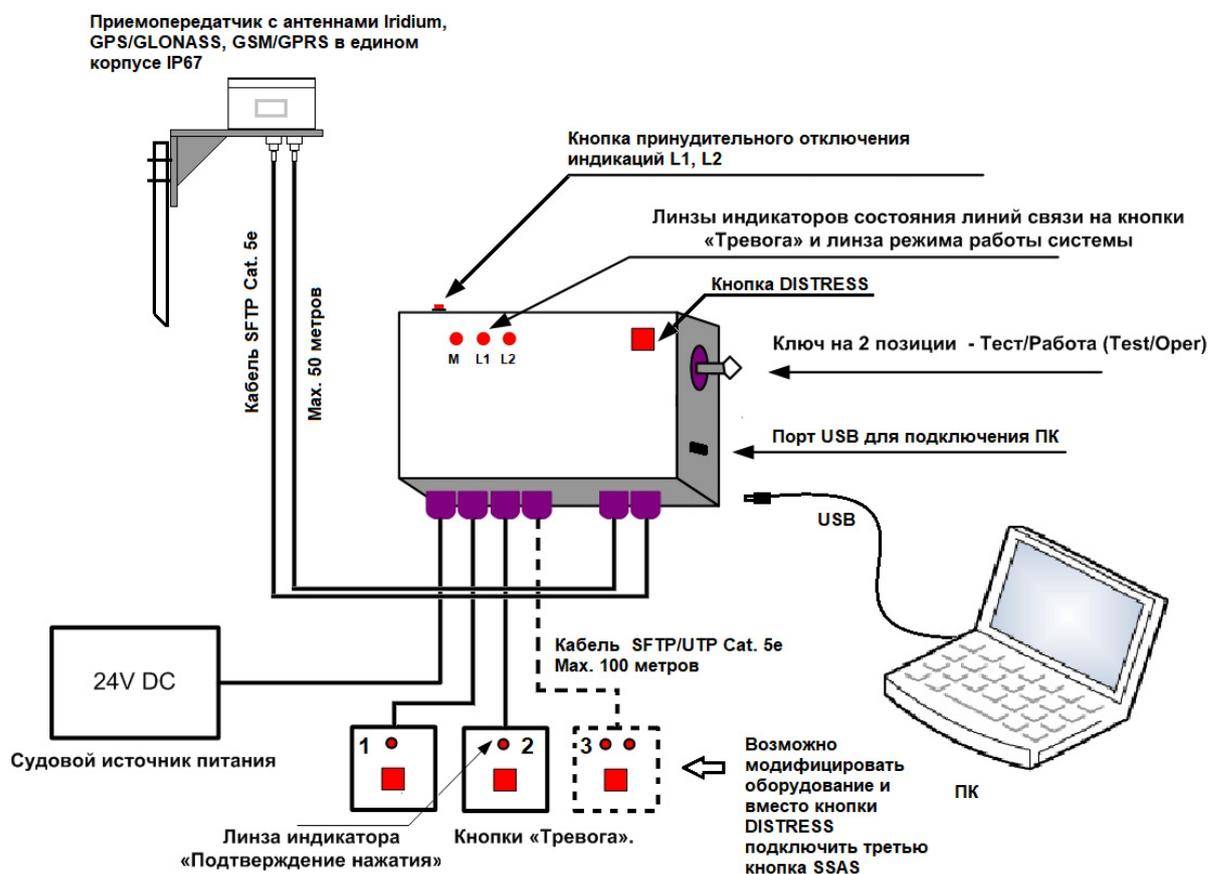

Рис. 1 Функциональная схема Изделия
- Монтаж на вертикальную/горизонтальную трубу  $\text{Ø} \leq 52$  мм (рис. 1):